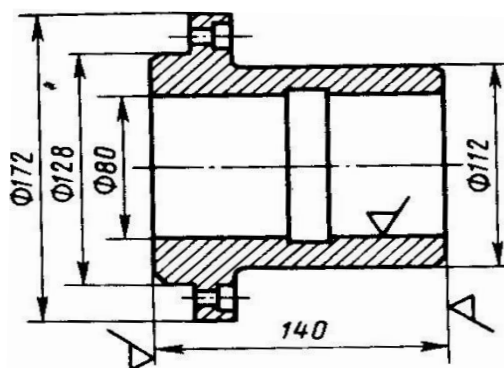

Рис. 8
2. По эскизу детали (рис. 8) разработайте эскизы элементов литейной формы, модельных плит, стержневого ящика и собранной литниковой формы (в разрезе). Опишите последовательность изготовления формы одним из методов машинной формовки. Материал детали – сталь 35 Л.